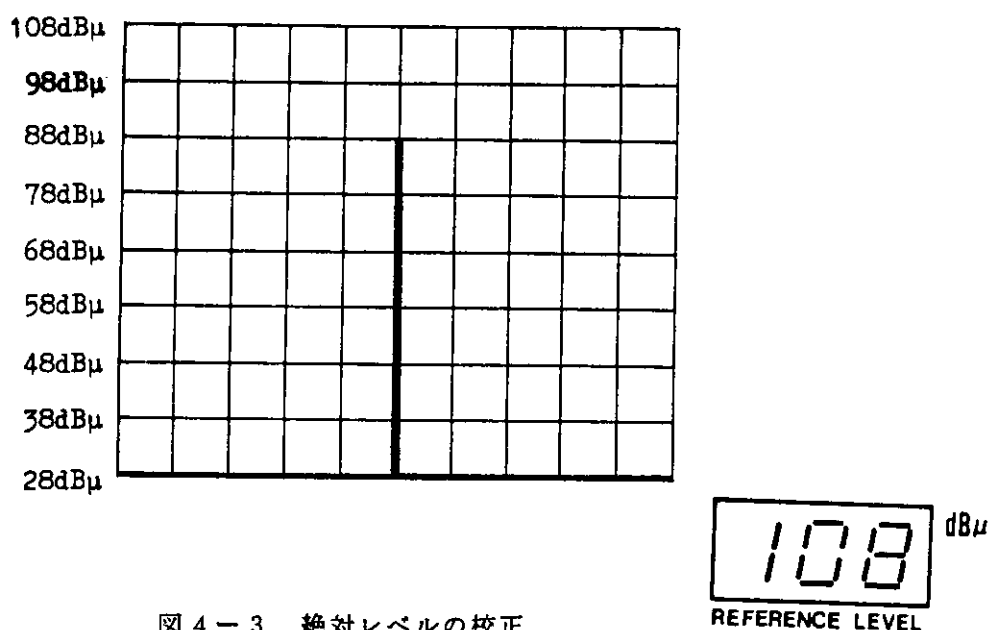

図 4-3 絶対レベルの校正
- ② 信号スペクトラムのレベルが、CRTディスプレイ上の縦軸目盛 (**REF.** $\sim -80\text{ dB}$ ライン) のいずれかと一致するように、**RF. ATT.** および **IF GAIN** のスイッチを調整します。このとき、CRTディスプレイの最上目盛 (**REF.**) の絶対値レベルが **REFERENCE LEVEL** 表示に示されますので、この値と信号スペクトラムのCRTディスプレイ上の目盛からの読み取り値との和が絶対レベル ($\text{dB}\mu$) となります。例えば、**RF. ATT.** と **IF GAIN** のスイッチによって信号スペクトラムをCRTディスプレイの最上目盛 (**REF.**) から2目盛下がった -20 dB ラインに合わせたとします。このとき、**REFERENCE LEVEL** 表示が $108\text{ dB}\mu$ の値を示したとしますと、絶対値レベルは、 $108\text{ dB}\mu + (-20\text{ dB}\mu) = 88\text{ dB}\mu$ となります。(図4-3参照)
- ③ CRTディスプレイの縦軸目盛を拡大して測定したい場合には、**VERT. MODE** スイッチの **10dB/DIV.**、**2dB/DIV.**、**LINER** を、**2dB/DIV.** に設定することによって、1目盛 (1DIV.) は 2 dB となり、CRTディスプレイ上の読み取り分解能が5倍になります。